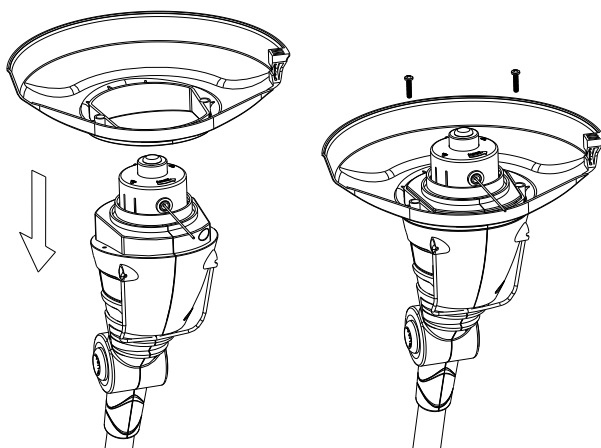

Рис.2
6.1. Установка защитного щитка (Рис.2).
- Введите защиту над кожухом мотора (Рис. 2)